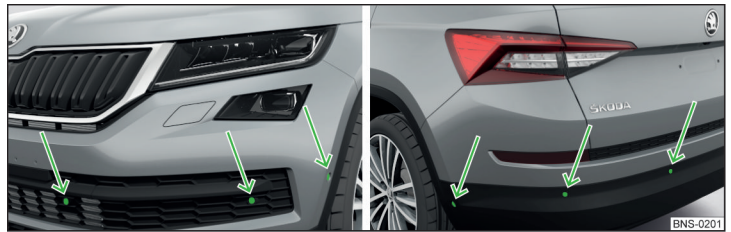

Abb. 270 **Verbauort der Sensoren auf der linken Fahrzeugseite: vorn / hinten**
- Die Systemsensoren » Abb. 270 auf Seite 238 sauber, schnee- sowie eisfrei halten und mit keinerlei Gegenständen abdecken, anderenfalls kann die Systemfunktion eingeschränkt sein.
Das System berechnet mithilfe von Ultraschallwellen den Abstand zwischen dem Stoßfänger und einem Hindernis. Die Ultraschallsensoren befinden sich je nach Fahrzeugausstattung im hinteren bzw. auch im vorderen Stoßfänger » Abb. 270.